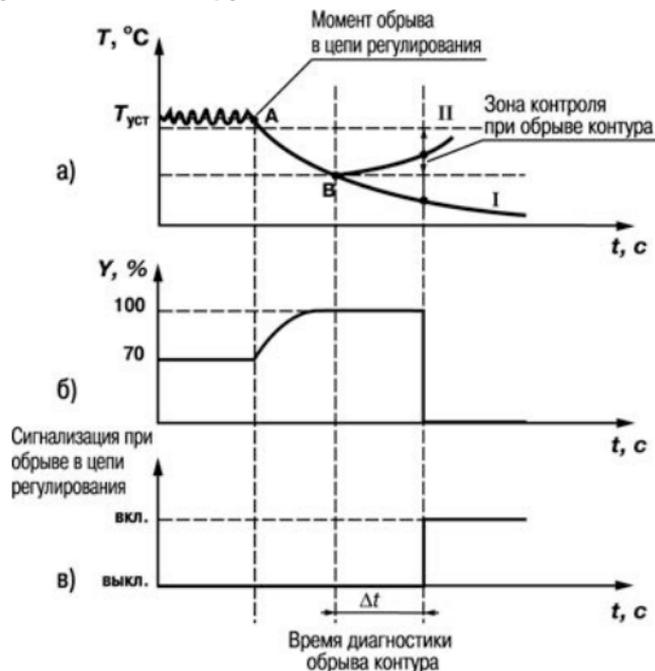

Рисунок 3.13
3.2.8.3.3. Приведем пример срабатывания устройства диагностики обрыва контура (рисунок 3.13).
В точке А нагреватель вышел из строя, и температура начинает уменьшаться (рисунок 3.13, а). Регулятор увеличивает выходной сигнал (рисунок 3.13, б), контролируя отклик системы. Поскольку температура продолжает уменьшаться, рассогласование растет, и значение Y достигает 100 %. В момент достижения $Y = 100\%$ (точка В) прибор начинает отсчет «времени диагностики обрыва контура» Δt .
Если по истечении этого времени температура продолжает уменьшаться, сигнализация срабатывает (кривая I на рисунке 3.13, а). Если температура стала расти, но за время Δt изменение температуры не превысило «ширину зоны диагностики обрыва контура» (кривая II на рисунок 3.13, а), сигнализация также срабатывает (рисунок 3.13, в). Об аварийной ситуации сигнализирует свечение светодиода **LBA**.